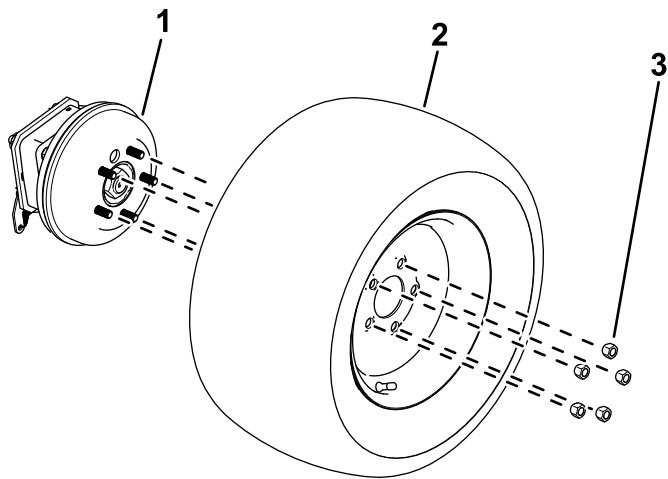

Figura 10
2. Afloje y retire las tuercas de las ruedas (Figura 10).
3. Retire las ruedas de los cubos de las ruedas (Figura 10).
1. Utilice las tuercas que retiró anteriormente para sujetar las ruedas a los cubos de las ruedas (Figura 10).